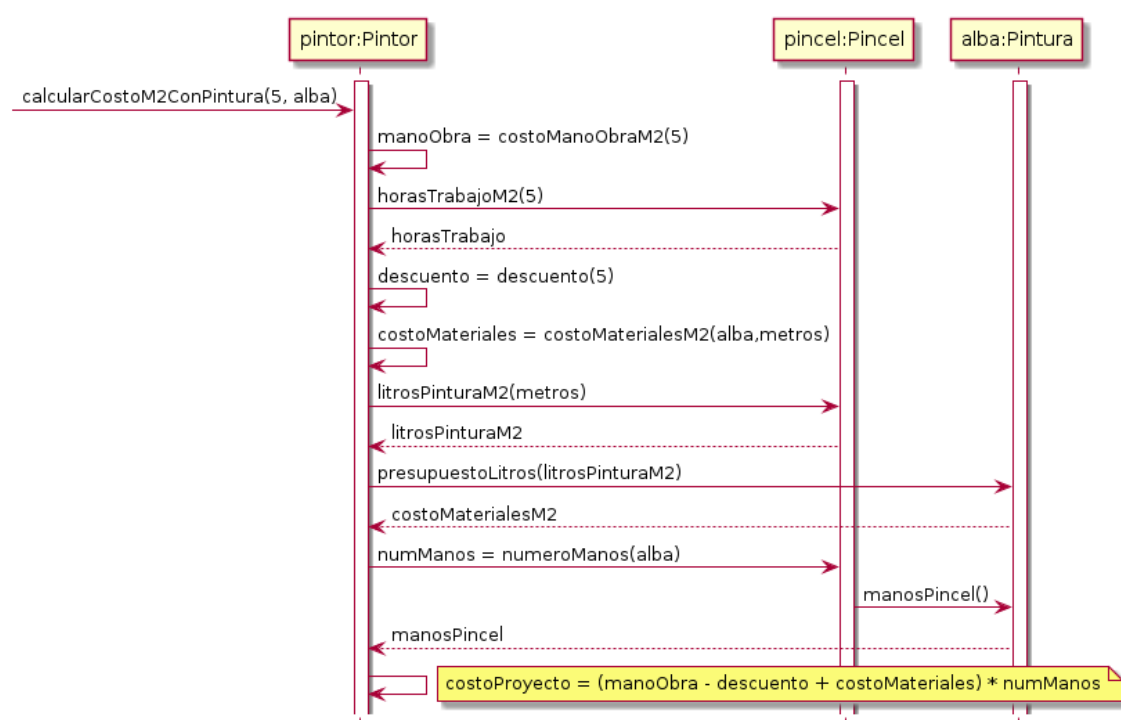

Figura 4: Diagrama de Secuencia de `calcularCostoM2ConPintura(metros: int, pintura: Pintura)`.
- Los pasos que hace el pintor para calcular su presupuesto se abstrayeron en la figura 4 para darle claridad al diagrama.
Se omitieron las interacciones para los metodos costoManoObra(metros), costoMateriales(pintura,metros) ya que están expresadas en la figura 4